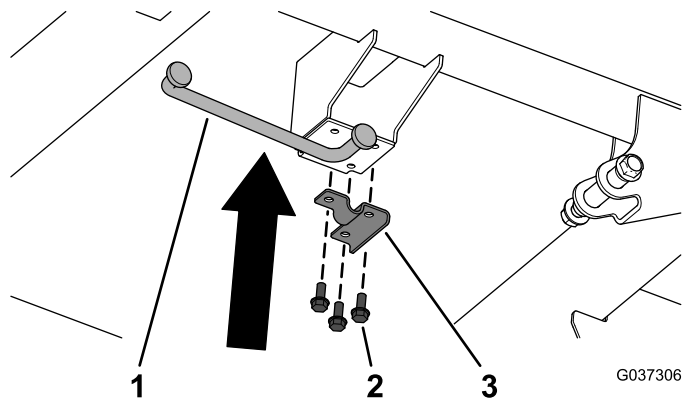

Figure 8
- Fixez le support en U de la béquille et la béquille sur le plateau de chargement en acier à l'aide de 3 vis à embase ($\frac{5}{16}$ " x $\frac{3}{4}$ "), comme montré à la Figure 8.